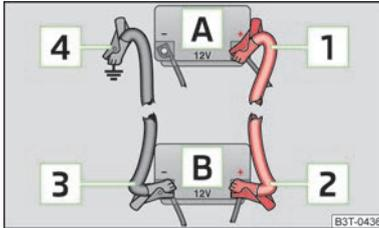

Abb. 135
- > Ein Ende **1** » Abb. 135 am Pluspol der entladenen Batterie **A** befestigen.
- > Ein Ende **3** » Abb. 135 am Minuspol der stromgebenden Batterie **B** befestigen.